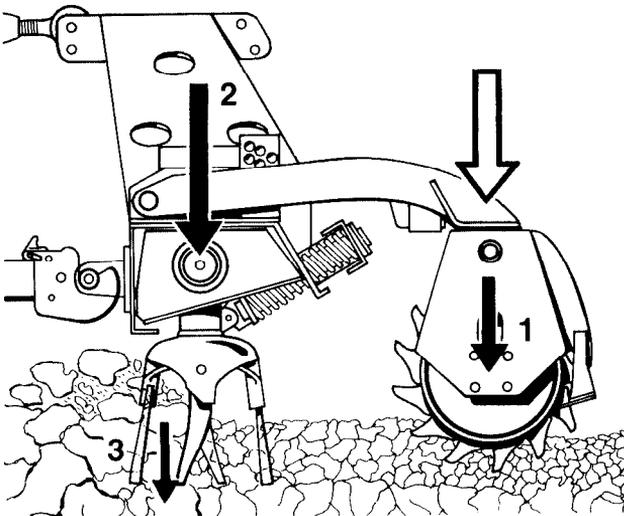

Fig. 8
1. Eigengewicht der Packerwalze (Fig. 8/1).
2. Eigengewicht des Kreiselgrubbers (Fig. 8/2).
3. Die Kraft, mit der die Zinken den Kreiselgrubber in den Boden hineinzuziehen versuchen (Fig. 8/3).